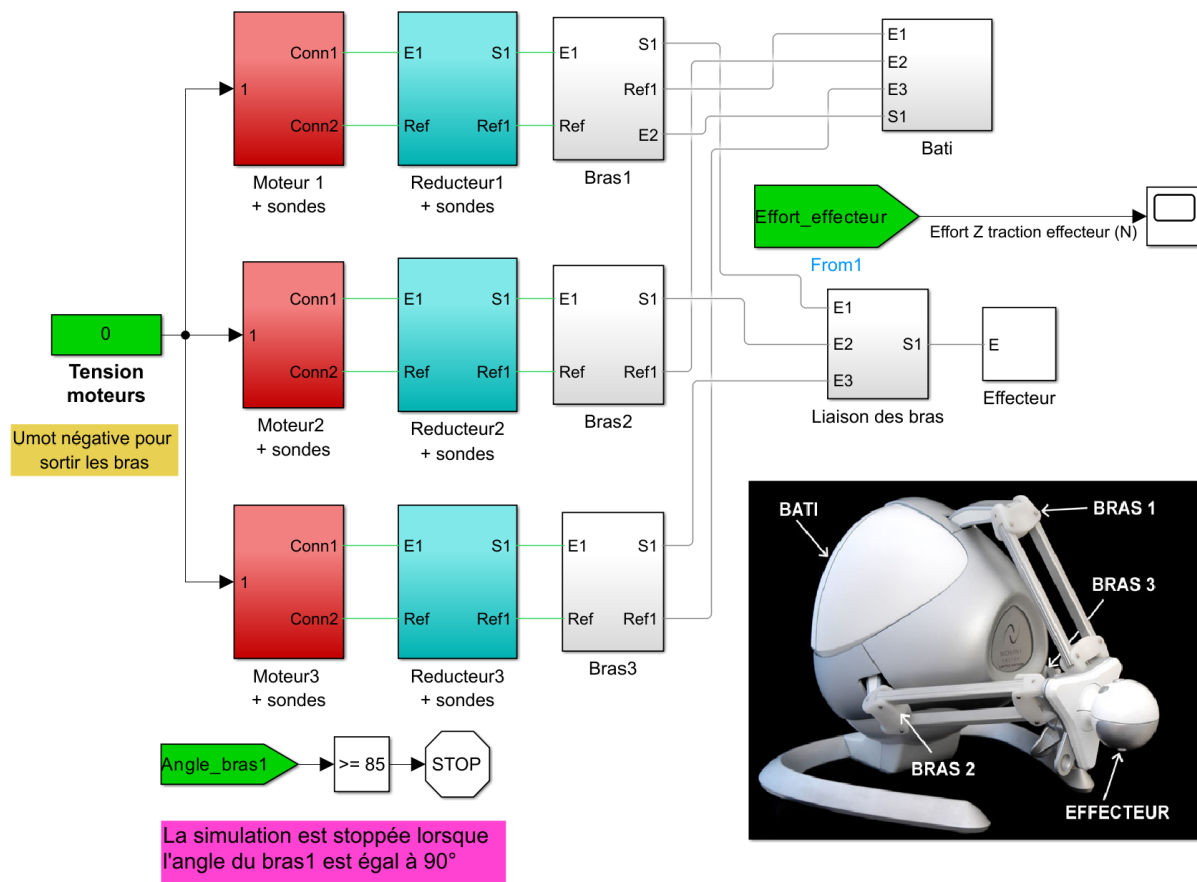

Figure 4 : modélisation multiphysique
2. Ouvrir le fichier « ROBOT\_simul\_effort\_Z » (voir figure 4). Paramétrer le bloc « Tension moteurs » sachant la tension doit être négative pour que les bras du robot haptique sortent.